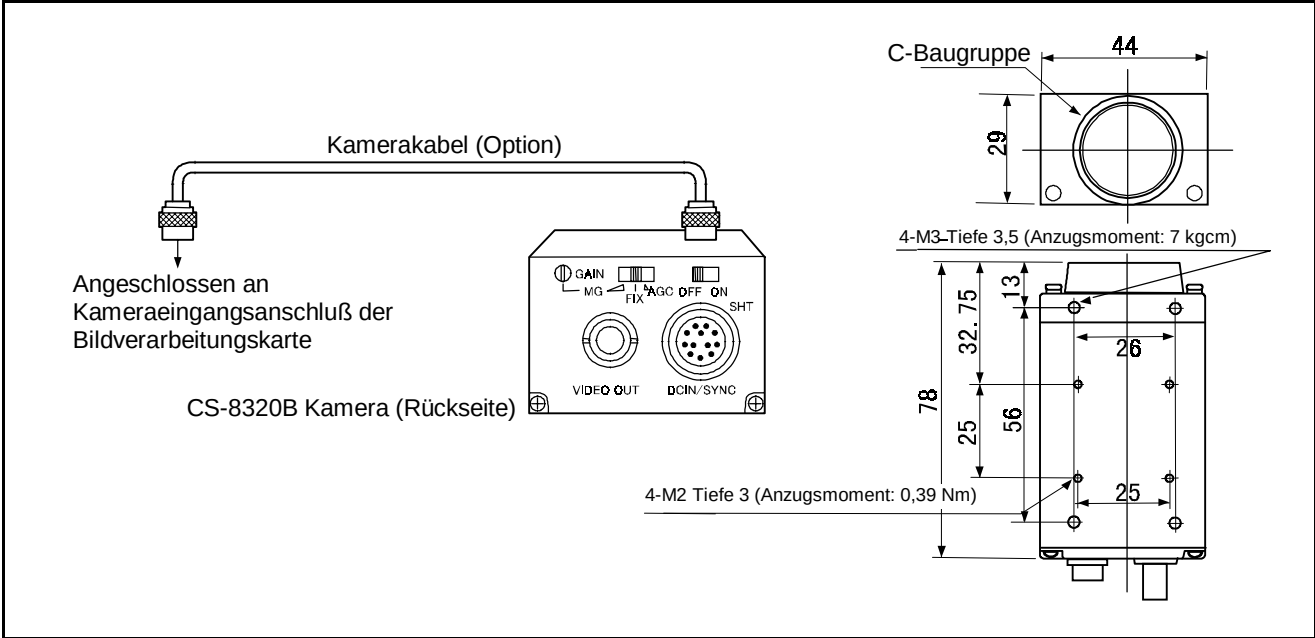

Abbildung 3-14 Abmessungen der Kamera und Benennung der Teile
- Achtung** (1) Um die Kamera am Gerät anzubringen, müssen Sie die Schrauben mit dem angegebenen Anzugsmoment fest anziehen. Siehe Abbildung 3-14.
- (2) Setzen Sie die Kamera keinen Stößen oder Vibrationen aus. Dies könnte eine Funktionsstörung zur Folge haben.
- (3) Berühren Sie das Innere der Kamera nicht. Es besteht die Gefahr eines elektrischen Schlags oder eines Unfalles.
- (4) Weitere Informationen über das Einstellen der Kamera, siehe Bedienungshandbuch der Kamera.